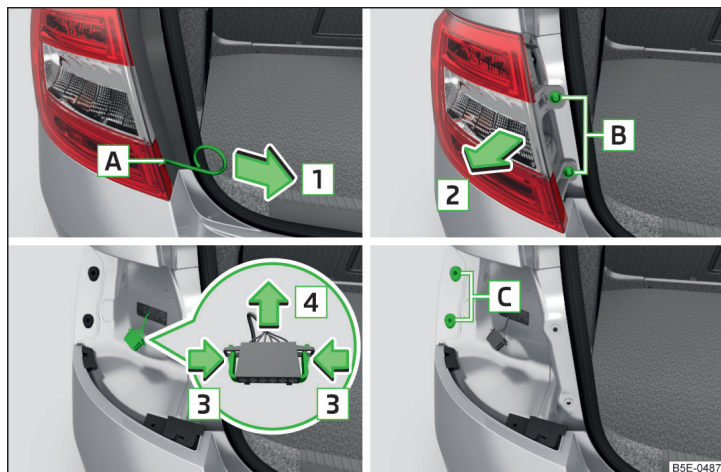
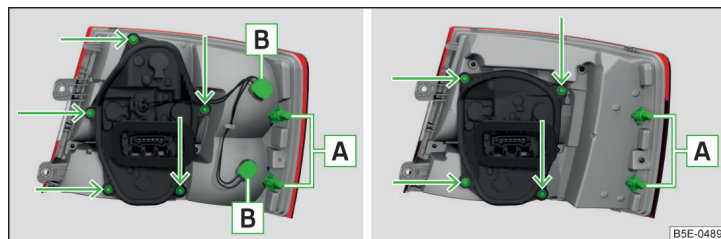

Fig. 241 Demontarea lămpii / scoaterea conectorului
Fig. 242 Partea exterioră a lămpii: Lampa de bază / lampă cu leduri
- Introduceți brida pentru extragerea capacelor integrale de roată în degajarea **A** » fig. 241.
- Introduceți blocul optic, cu proeminențele **A** » fig. 242 la pagina 211, în punctele de fixare **C** » fig. 241 de pe caroserie.
- Rotiți soclul cu becul cu incandescentă **B** » fig. 242 în sens antiorar și scoateți-l din carcasa lămpii.
- Deșurubați suportul de bec » fig. 242 cu ajutorul șurubelniței din trusa de scule și extrageți suportul de bec din blocul optic.